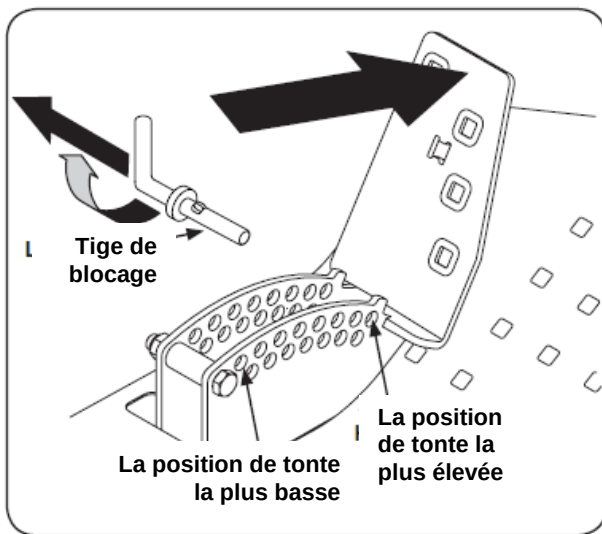

Figure 7-3
2. Retirez la tige de blocage en enfonçant la pédale pour relâcher la tension; puis, tournez la tige de blocage vers le haut jusqu'à l'extrémité des encoches de la tige et faites-la glisser vers l'extérieur du support de hauteur de plateau. Consultez la Fig. 7-3.
1. Placez la pédale de levage de plateau à la position de tonte la plus élevée et fixez-la solidement en plaçant la tige de blocage derrière la pédale. Consultez la Fig. 7-3.